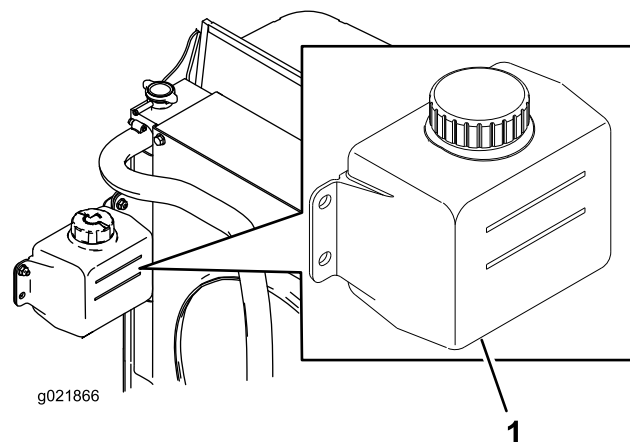

Figura 84
1. Controllate il livello di refrigerante nel serbatoio di espansione (Figura 84).